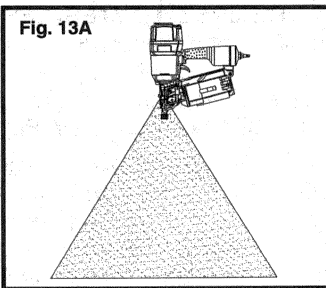

Fig. 13A
23. TENEZ LES MAINS ET LE CORPS à l'écart de l'aire illustrée à la Fig. 13A, afin d'éviter des blessures.